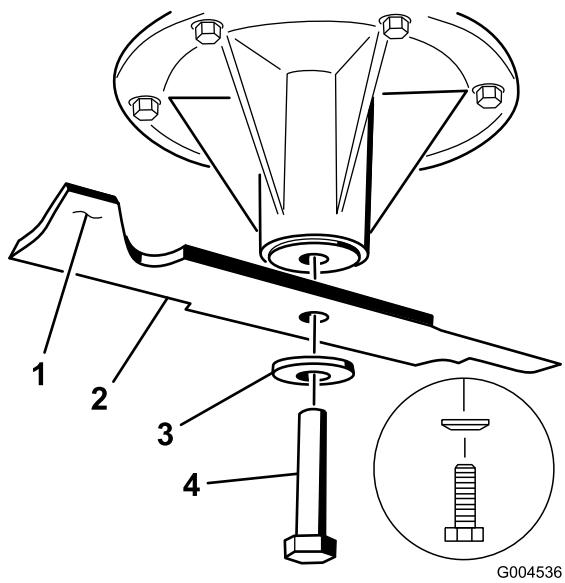

Figura 74
2. Retire del eje el perno de la cuchilla, la arandela curva y la cuchilla (Figura 74).
3. Si la cuchilla no está equilibrada, rebaje algo el metal en la parte de la vela solamente con una lima (Figura 74).